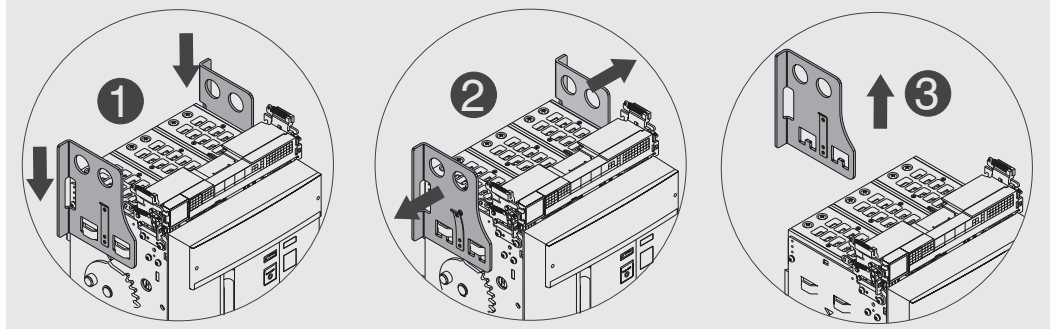

Figure 85
5. Décrocher la languette et enlever les plaques de levage de la partie mobile. Voir Figure 85.